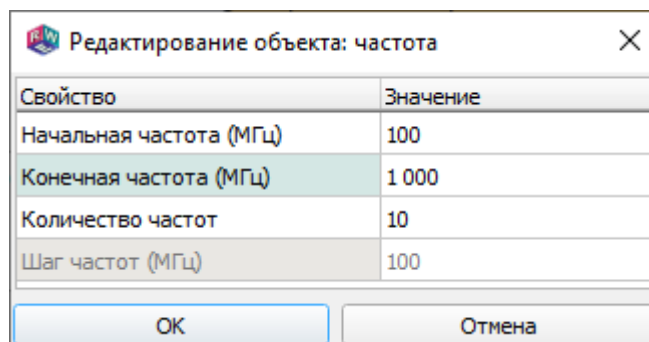

Рис. 176
16.15.1. Окно «Редактирование объекта: частота» вызывается при выделении объекта *Частота* двойным щелчком в дереве конфигурации или командой его контекстного меню «Свойства». Вид окна показан на рис. 176.